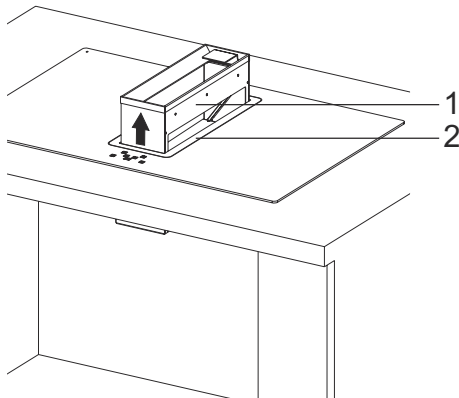

Fig. 9
13. For at sikre at væske og skidt ikke direkte ryger ind i motoren samles det i bunden af beholderen, som kan rumme begænset en mængde væske / skidt. (Fig. 9/2).
Løft beholderen og tag den ud af dens plads. (Fig. 9).